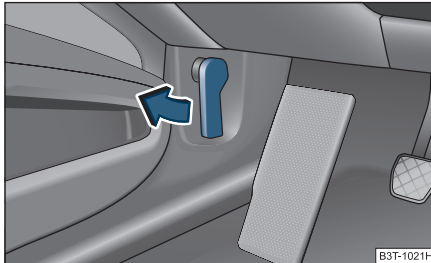

Fig. 200 Maneta de deblocare a capotei motorului
- Trageți maneta de deblocare de sub bord, pe partea conducătorului ⇒ fig. 200.
- Deblocați capota motorului ⇒ fig. 200.